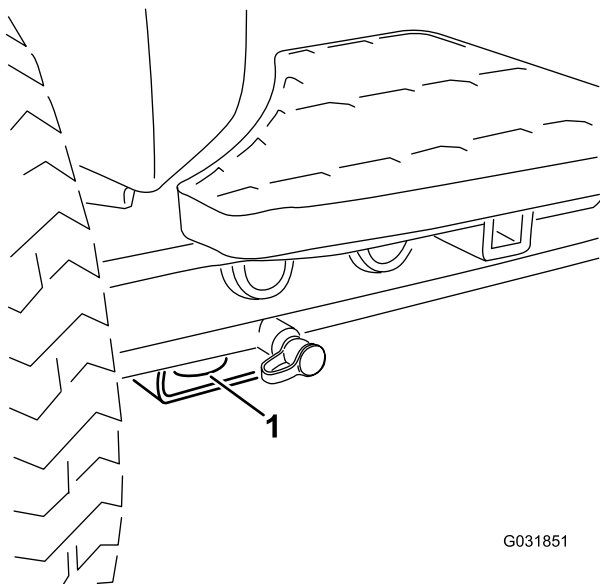

Bild 60
- **Vorderseite der Maschine:** Loch im rechteckigen Polster unter dem Achsenrohr in jedem Vorderreifen (Bild 60).